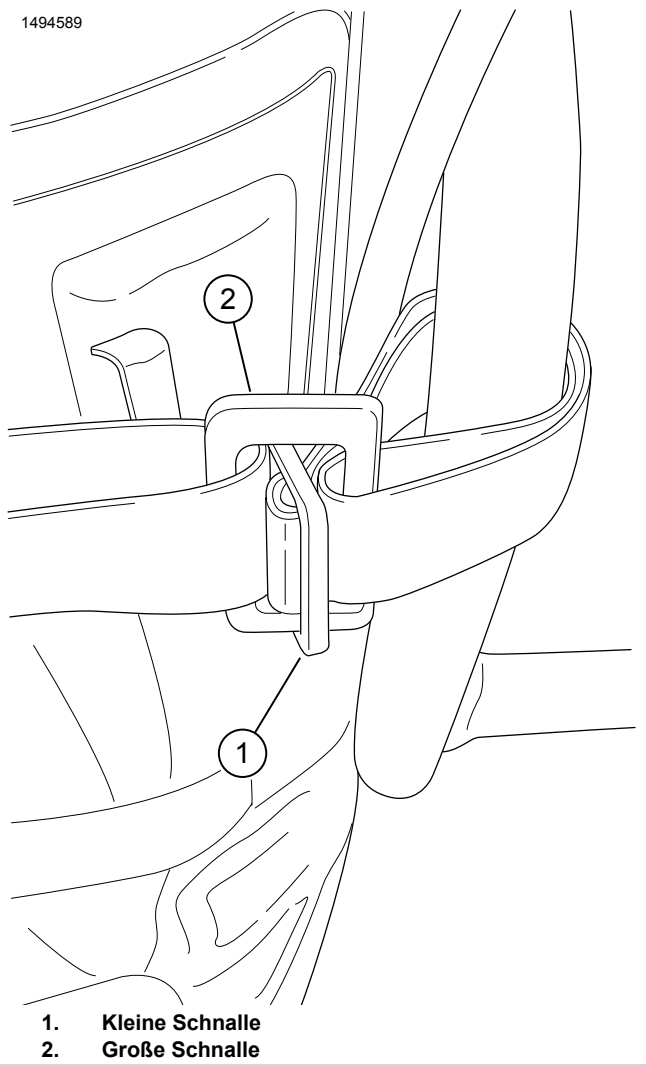
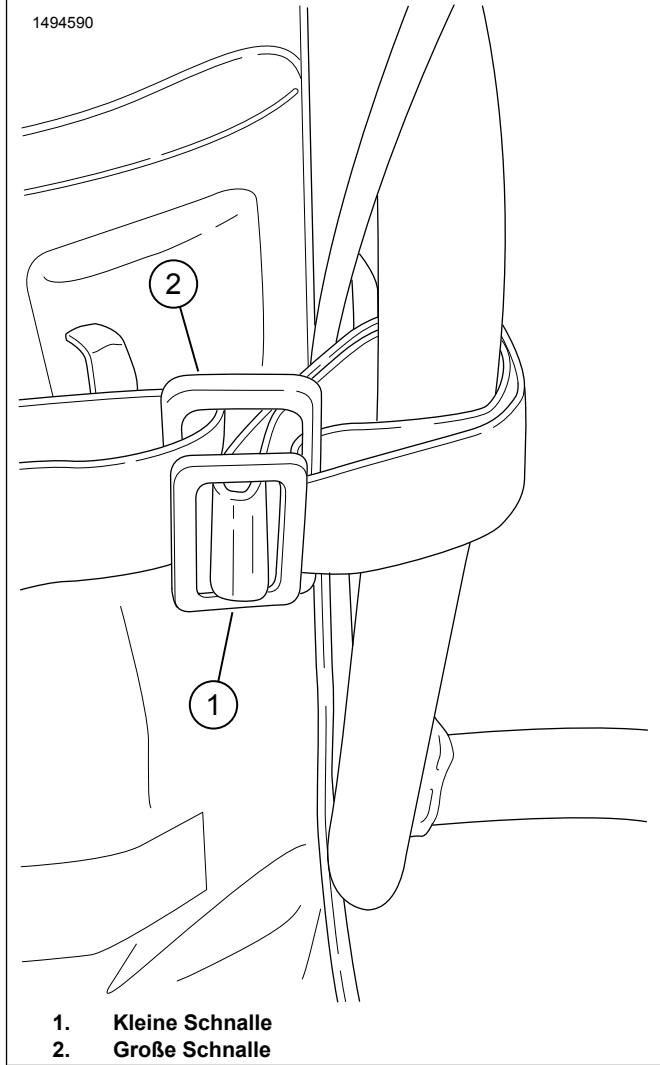

Abbildung 6. Spanngurt-Verfahren 2
Abbildung 7. Spanngurt-Verfahren 3
- a. Siehe Abbildung 6 und Abbildung 7. Kleine Schnalle (1) in große Schnalle (2) einführen.